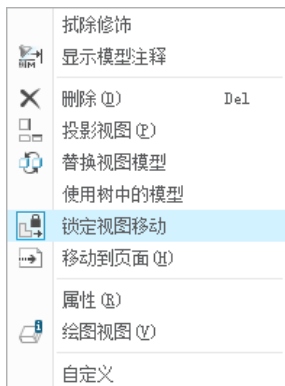

图 3.5.1 快捷菜单
Step2. 在图形区中右击左视图，在系统弹出的图 3.5.1 所示的快捷菜单中选择锁定视图移动命令（将该命令前面的取消选中）。